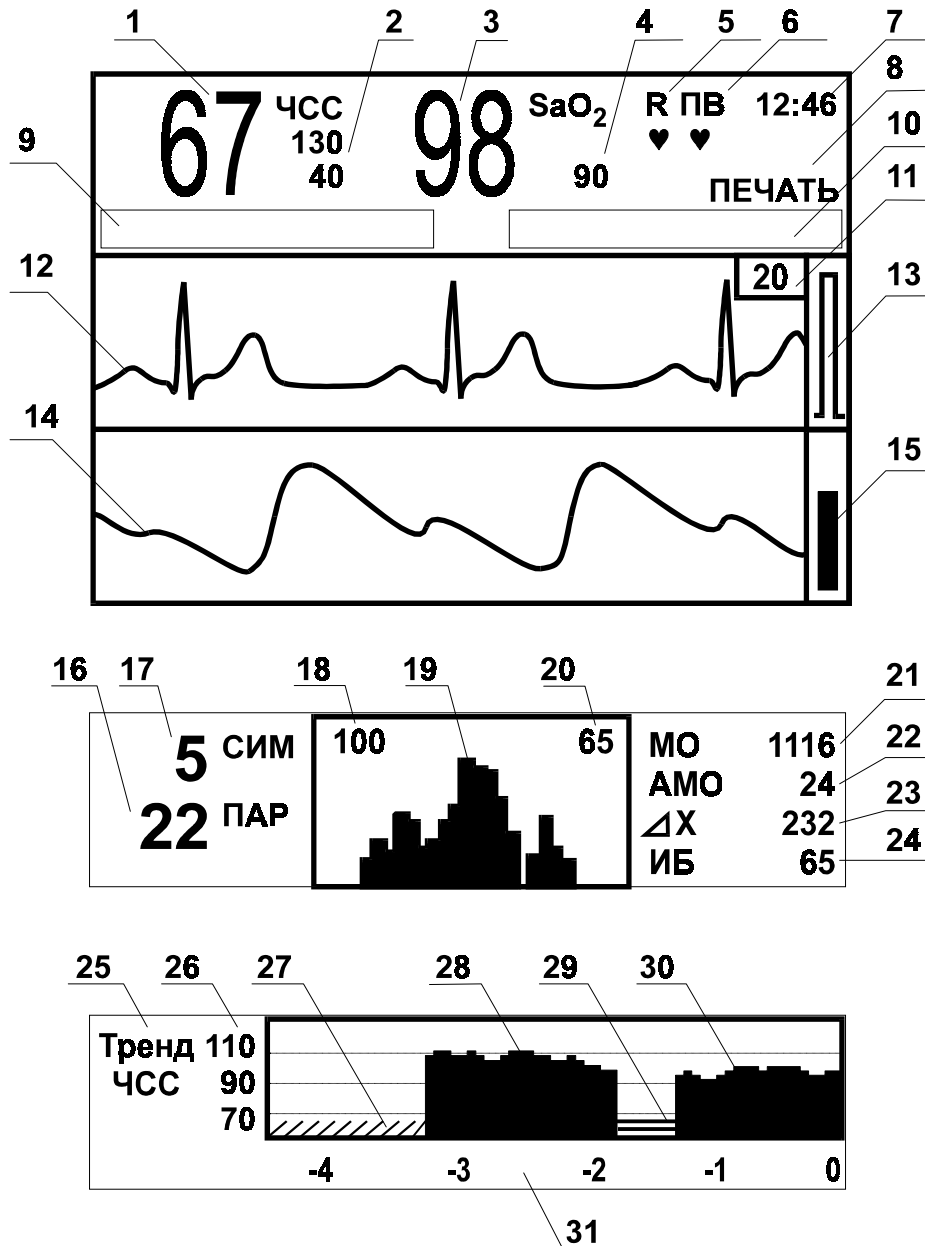

Рис. 4
9.4 На дисплее прибора отображается следующая информация (рис. 4):
9.5 Дисплей имеет два поля отображения графической информации (верхнее и нижнее), в каждом из которых в зависимости от выбранного режима отображения возможен просмотр следующих кривых и графиков (рис. 4):
9.10.1 При достижении значением SaO2 или ЧСС одного из установленных значений порога происходит срабатывание сигнализации. При этом цифры соответствующего значения поз. 1 или поз. 3 дисплея начинают мерцать (рис. 4), и прибор подает прерывистый звуковой сигнал.
9.11 Значение ЧСС, отображаемое на дисплее прибора (поз. 1 рис. 4), представляет собой среднее значение за последние 8 ударов сердца. Значение ЧСС вычисляется по данным, поступающим с канала регистрации ЭКС. Если обнаружение R-зубца невозможно (в поз. 9 рис. 4 отображаются сообщения "ЭКГ: НЕТ ПУЛЬСА" или "ЭКГ: ПЛОХОЙ КОНТАКТ" - см. п. 9.4.9), значение ЧСС вычисляется по данным канала SaO2.
Для запуска печати необходимо нажать кнопку “Печать”. Информация, выводимая на печать, определяется с помощью меню “ПАРАМЕТРЫ/ПЕЧАТЬ” (см. п. 9.8.1). После запуска печати прибор начинает передавать данные на принтер. При этом на дисплее появляется сообщение “ПЕЧАТЬ” (поз. 8 рис. 4), исчезающее при завершении процесса печати. Повторный запуск печати возможен только после окончания печати предыдущего фрагмента. Следует отметить, что обычно принтер имеет внутренний буфер для накопления передаваемых данных, поэтому при приостановке или окончании прибором процесса печати принтер может еще некоторое время печатать.